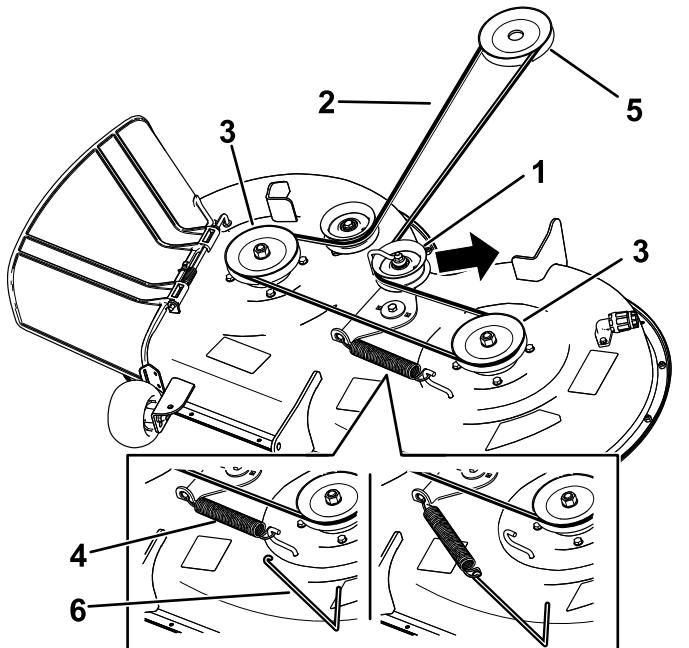

Figure 54
- À l'aide d'un outil de dépose de ressort (réf. Toro 92-5771), décrochez le ressort du crochet sur le tablier pour détendre la poulie de tension et déchaussez la courroie des poulies (Figure 54).
- Acheminez la courroie neuve autour des poulies du moteur et du plateau de coupe (Figure 54).
- À l'aide d'un outil de dépose de ressort (réf. Toro 92-5771), accrochez le ressort à l'ergot sur le plateau pour tendre la poulie de tension et la courroie de plateau du coupe (Figure 54).